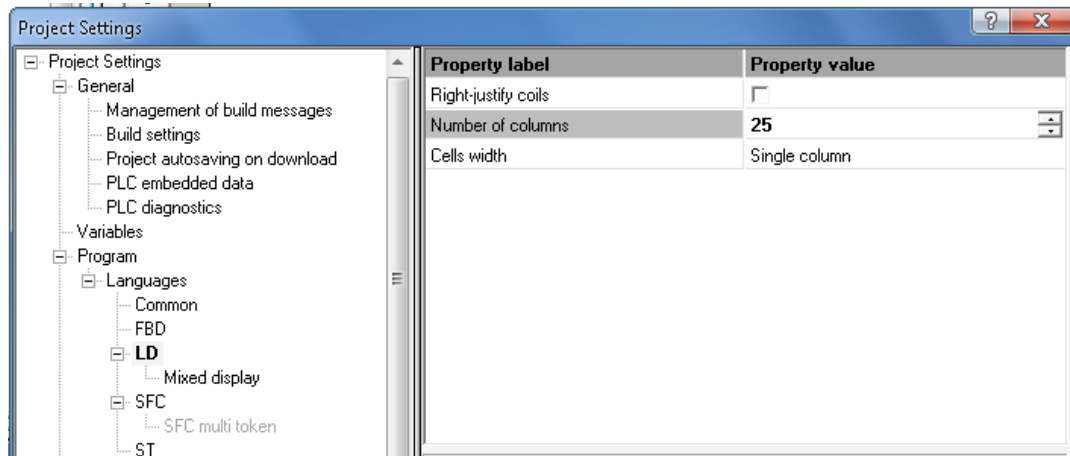

Рисунок 19 – Встановлення параметрів вікна програми
5.1 У меню «Tools» (рисунок 19) вибрати «Project Settings». Вибрати «Program» -> «Languages» та натиснути лівою кнопкою «миші» на пункті «LD». Встановити кількість стовпців у програмі – 25.